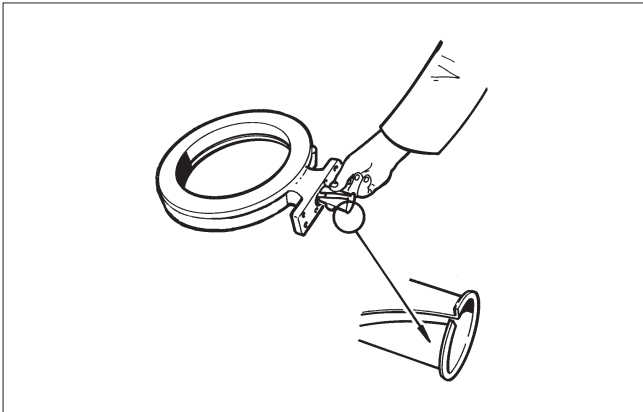

Abb. 16 Montieren der Standardlager.
- Montieren Sie die Lager in das Gehäuse (siehe Abb. 16).